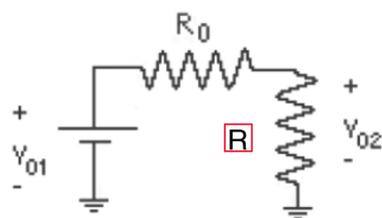

Figura 6.- Circuito para calcular la resistencia de salida del amplificador diferencial
11.- La resistencia de salida se determina haciendo primero una medición del voltaje de salida de amplificador diferencial sin carga (V_{O1}), luego otra medición del voltaje de salida (V_{O2}) con una carga conocida R medida inicialmente y calculando el valor de la resistencia R_o resultante cuando se aplican dichos valores al circuito básico presentado en la Figura 6. Inicialmente se ajusta el voltaje de una de las entradas colocando la otra a tierra, para que el voltaje de salida sea el orden de 1 o 2V. Luego se conecta la resistencia de carga R , y se mide cuidadosamente el nuevo voltaje de salida. La resistencia de salida del operacional es baja, del orden de las decenas de ohmios. Para seleccionar la resistencia R hay que tener presente que la corriente máxima que puede suministrar el operacional 741 es de unos 20 mA. Anote los resultados en la siguiente tabla y calcule el valor experimental de la resistencia de salida del amplificador diferencial.